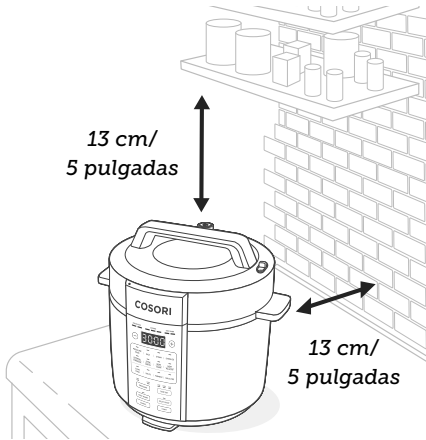

Figura 2.1
**Nota:** Deje un espacio de 13 cm/5 pulgadas por encima de la olla a presión. [Figura 2.1]